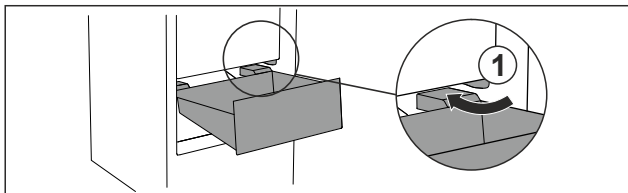

Fig. 98
- ▶ Zásuvku ved'te šikmo podél zářezek Fig. 98 (1).